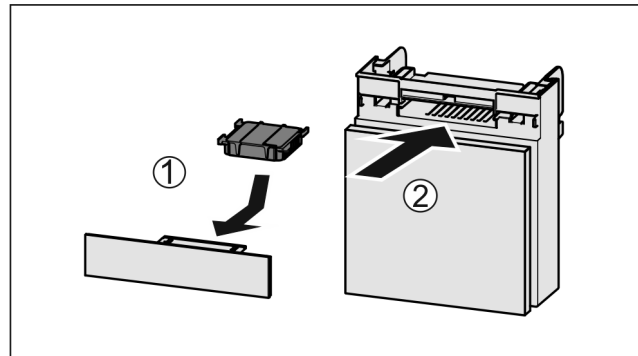

Fig. 156
- Sett inn Fig. 156 (1) aktivkullfilteret etter figuren.
- Skyv inn Fig. 156 (2) hyllen.